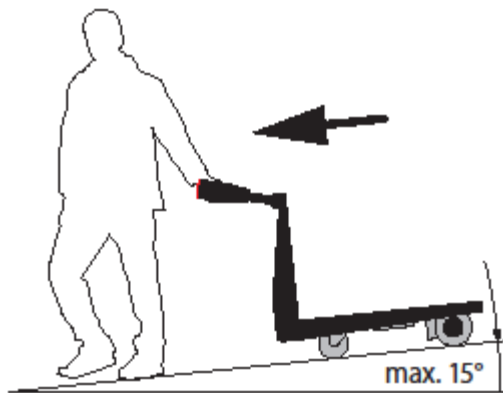

Fig. 7
- Colóquese al lado del timón y de espaldas al Movexx. Esta es la posición de arrastre. Para evitar ser atropellado, deberá mantenerse a suficiente distancia del Movexx y del carro. En esta posición, el Movexx se podrá desplazar tanto en superficies planas, como en una pendiente cuesta abajo (siempre que la máquina tenga un freno). (Fig. 7)